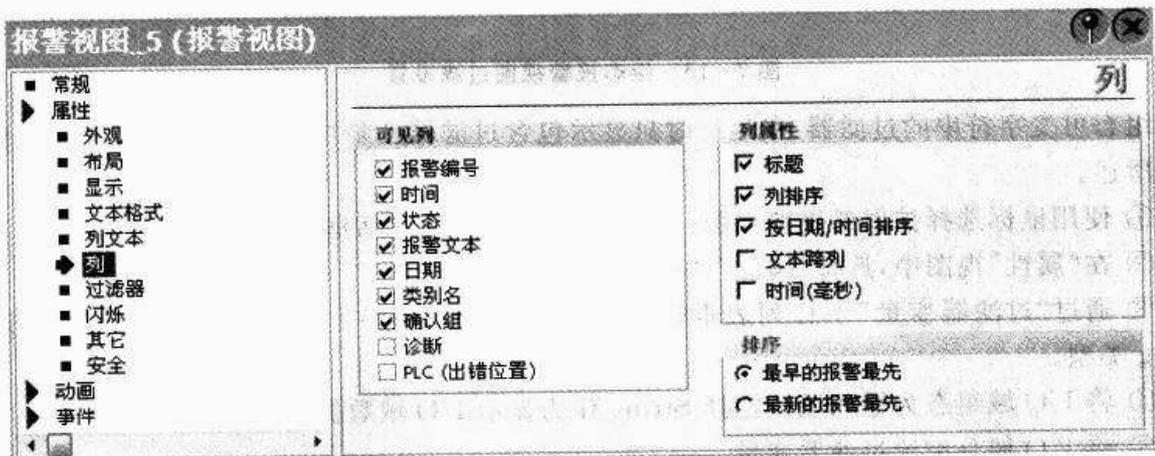

图 7-12 组态报警视图属性设置
- ④ 在属性视图的“属性”组中单击“布局”。
- ⑤ 在“布局”选项区域中，选择可用于操作员设备的操作员控件元素。在“每条报警的行数”区域中，指定每条报警将要显示的行数。
- ⑥ 在属性视图的“属性”组中单击“列”。如图 7-12 所示。